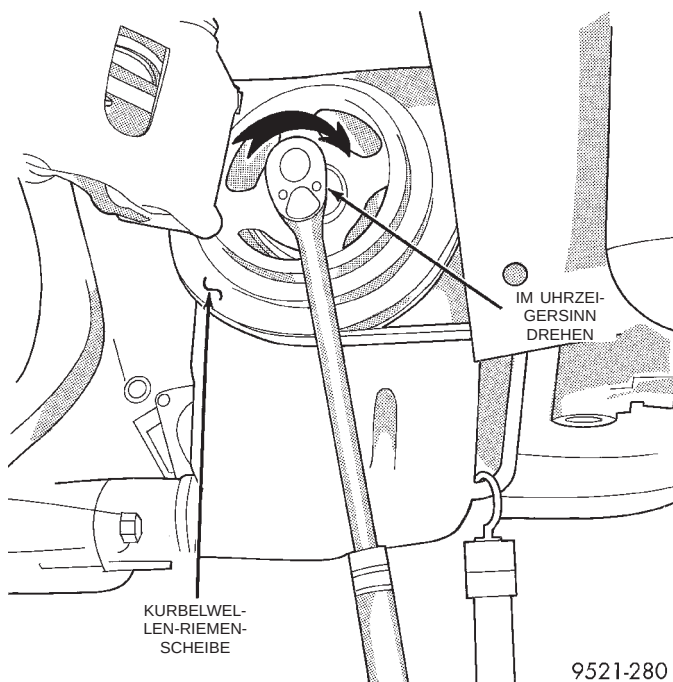
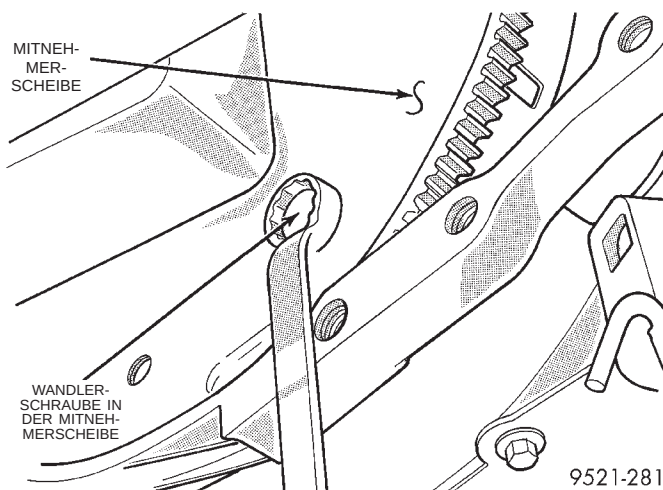

Abb. 50 Kurbelwelle im Uhrzeigersinn drehen
Abb. 51 Wandlerschrauben
(22) Abdeckung der Mitnehmerscheibe ausbauen.
(23) Kurbelwelle nach rechts (im Uhrzeigersinn) drehen, um die Schrauben des Drehmomentwandlers nacheinander freizulegen (Abb. 50). Wandlerschrauben herausdrehen (Abb. 51). Lage des Drehmomentwandlers zur Mitnehmerscheibe für den leichteren Wiedereinbau markieren.